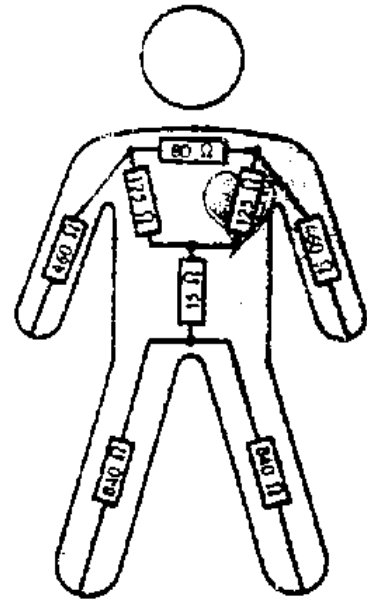

Fig.1
b) Desencape o outro condutor, na região onde se efetuará a emenda, num comprimento aproximado de 10 vezes o diâmetro do condutor. (Fig.1).
Esta operação consiste em cobrir superfícies desencabadas de condutores com fita isolante (Fig.1). É executada para restabelecer as condições de isolamento dos condutores elétricos.
- Prenda os fios na metade da região desescapada de cada cabo (Fig.1).
F: Fig.1
- Corte o condutor central de cada um dos cabos, junto à atadura (Fig.1).
- Introduza o cabo derivado na abertura (Fig.1).
E a partir de 9mA o corpo já começa a sentir sensações desagradáveis. Com as mãos unidas, sua resistência total é de aproximadamente 1300Ω (Fig.1). Para circular esta corrente é necessária uma tensão de: